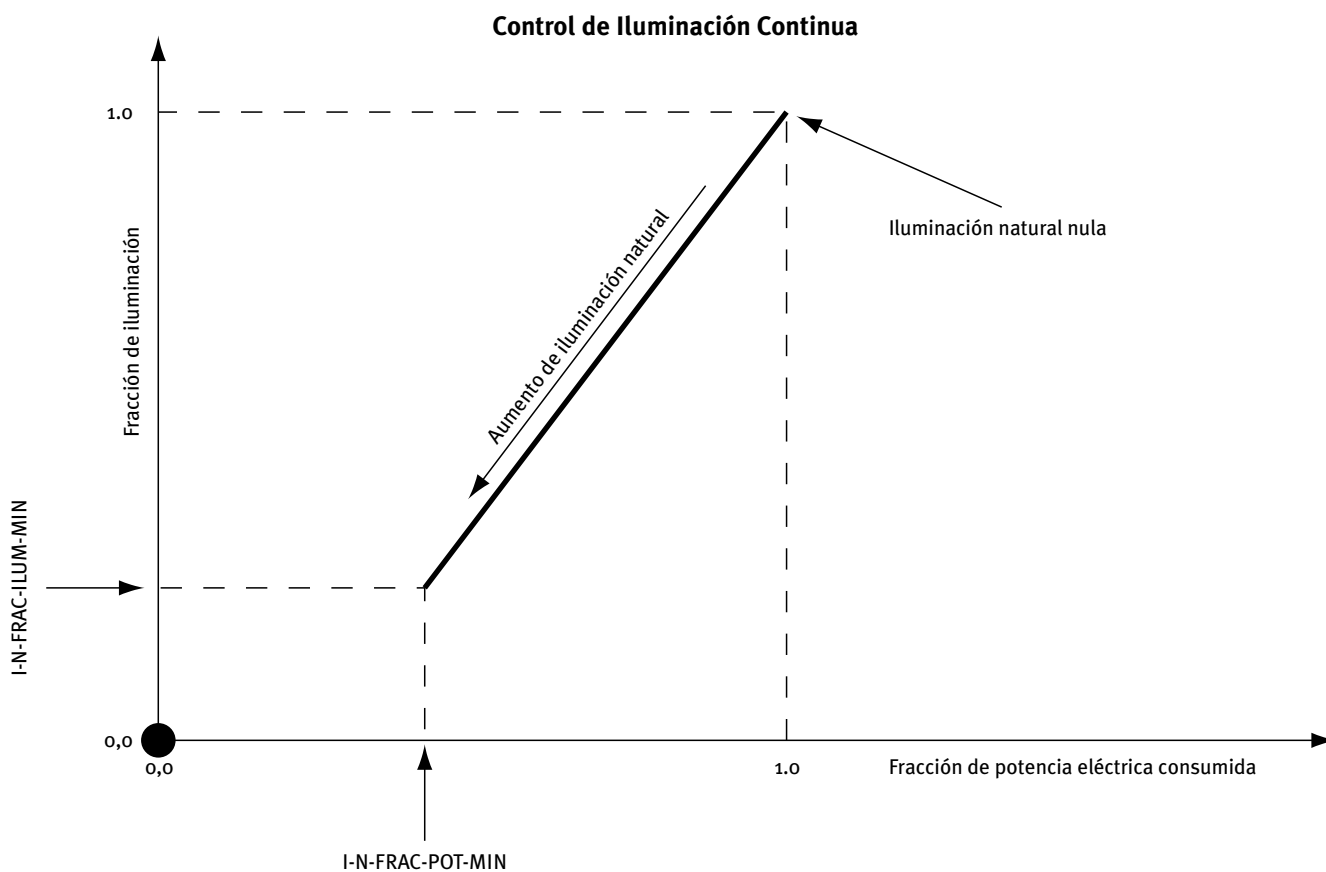

Figura 9 Control de iluminación artificial del tipo Progresivo
- **-Progresivo:** También llamado continuo (Figura 9), es un sistema de control donde la iluminación eléctrica y la potencia eléctrica consumida disminuyen linealmente a medida que aumenta el nivel de iluminación natural.
Ver figura 9 en la propiedad I-N-TIPO-CTRL-ZONA₁. -
En la figura 9 (propiedad I-N-TIPO-CTRL-ZONA₁) se puede observar cómo para estos valores mínimos la iluminación natural alcanza su máximo incremento, dando lugar a un mayor ahorro energético.